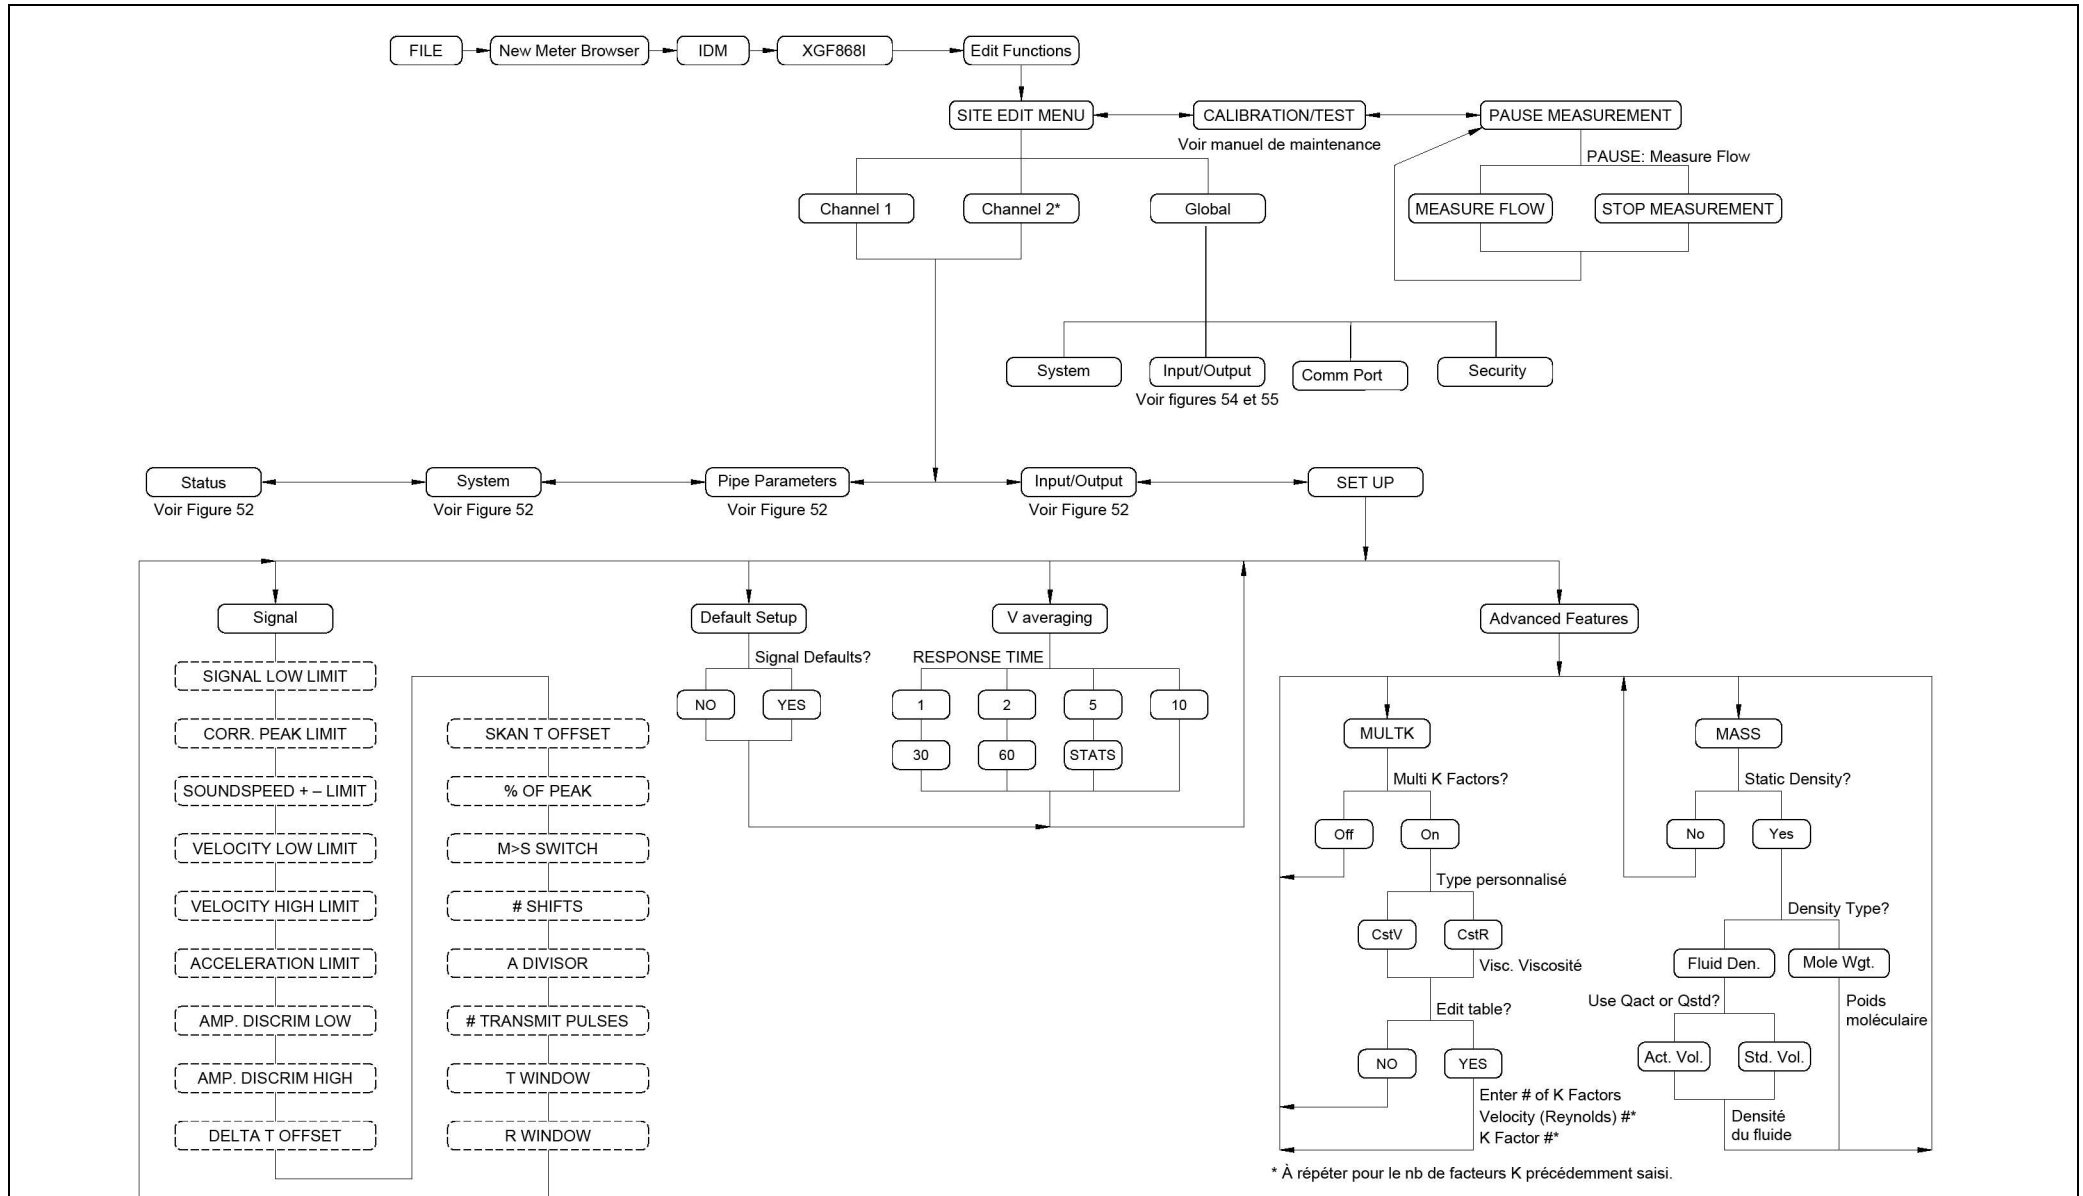

Figure 56: menu PROG > CHx > SETUP de PanaView
- Figure 56, « "menu PROG > CHx > SETUP de PanaView" », page 112